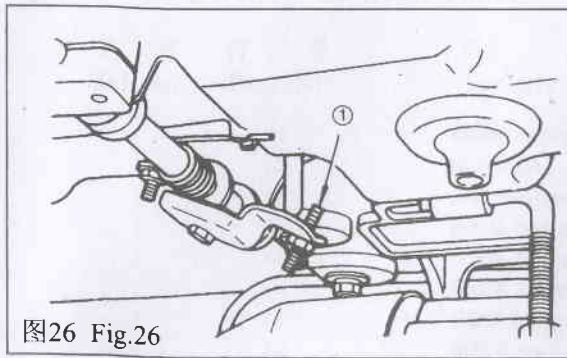
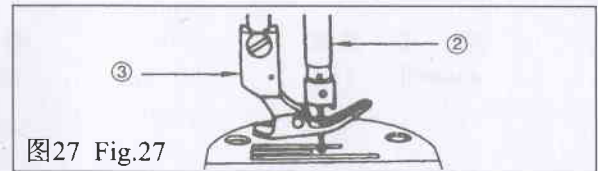

图26 Fig.26
图27 Fig.27
18. 膝提高度的调节 (图 26、27 图)
18. ADJUSTING THE HEIGHT OF THE KNEE LIFTER (Fig.26, Fig.27)